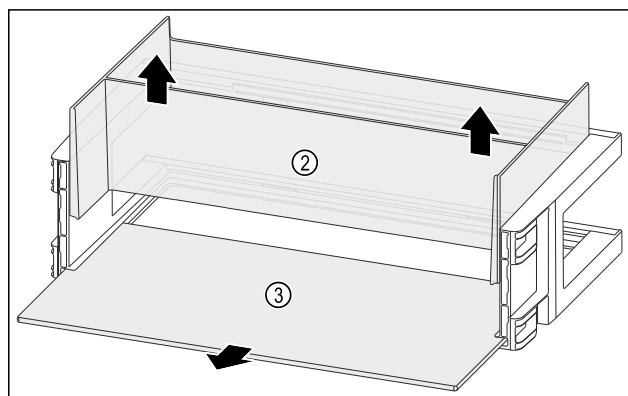

Fig. 140
- ▶ Retirer l'Organizer Fig. 140 (2) vers le haut.
- ▶ Retirer la tablette de rangement Fig. 140 (3).